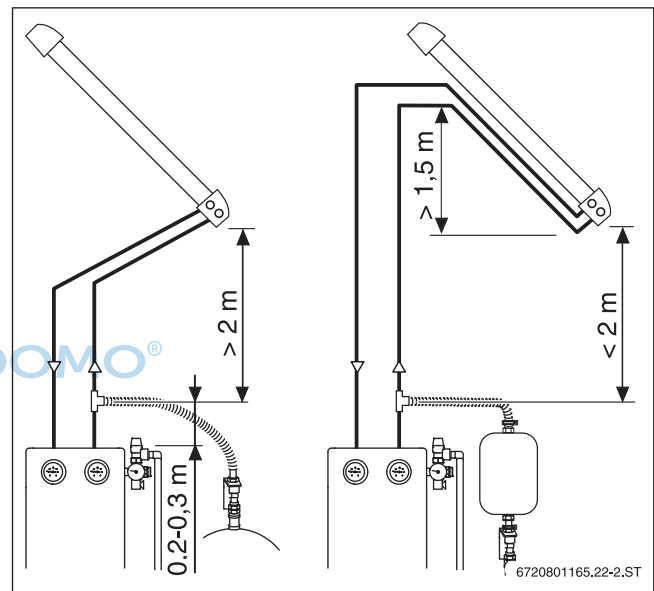

Bild 152 Abstand zum Kollektorfeld (SKR)
- ▶ Wenn die Mindestrohrleitungslänge oder der Mindesthöhenabstand **nicht** eingehalten werden kann: Am Kollektorfeld mit Vorlauf und Rücklauf einen „Leitungssack“ von mindestens 1,5 m Höhe bilden (\rightarrow Bild 152).